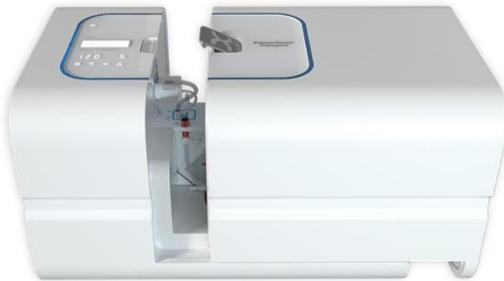

Abbildung 21 Abdeckung schließen
- Legen Sie die Abdeckung des Kidney Assist Transport über das Perfusionsfach, um das Innere kühl zu halten (siehe Abbildung 21).
- Schieben Sie die Abdeckung auf die Pumpeneinheit, drücken Sie beide Teile fest zusammen und vergewissern Sie sich, dass die Sicherung des Deckels vollständig geschlossen ist (bis zum Einrasten). Die Verriegelung sollte mit dem Gehäuse bündig sein (Abbildung 21).
Vergewissern Sie sich vor dem Transport des Kidney Assist Transport, dass der Verschluss des Deckels vollständig geschlossen ist, siehe Abbildung 21. Das Gerät kann von zwei Personen getragen werden, denn im Boden sind spezielle Tragegriffe eingearbeitet, die das Tragen erleichtern (Abbildung 5, Punkt 3). Wenn das Gerät von zwei Personen getragen wird, müssen Sie sicherstellen, dass eine Person das Gerät in einer horizontalen Position stabilisiert, um ein Verschütten zu vermeiden.